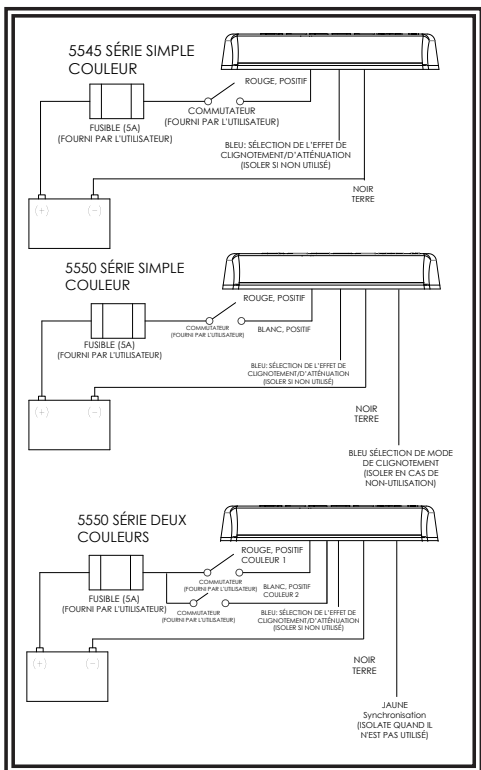

FIGURE 6
5. Reliez les câbles d'alimentation comme indiqué dans la section sur le câblage (voir Figure 6).
Le câblage de la micro-barre à montage définitif est tel qu'indiqué à la figure 6. Tout le câblage doit être d'au moins 18 AWG. La ligne positive doit disposer d'un fusible 5 ampères, tel que décrit. Il est possible d'employer un interrupteur pour contrôler la fonction d'allumage et d'arrêt.